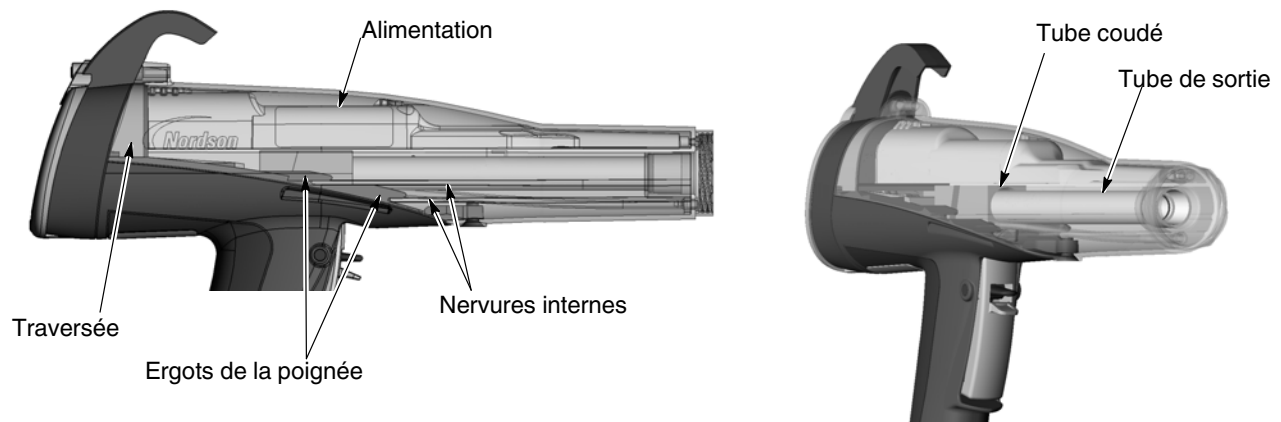

Figure 6-6 Remontage du pistolet
1. Voir la figure 6-6. Aligner le corps du pistolet avec la poignée et les glisser ensemble en faisant coïncider les nervures internes du corps du pistolet avec les ergots dans la poignée.